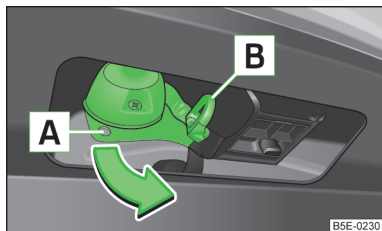

Abb. 147
- ▶ Vor der Verbindung mit dem Anhänger die 13-polige Steckdose im Bereich **A** » Abb. 147 fassen und in Pfeilrichtung ausschwenken.
Die Sicherungsöse **B** » Abb. 147 dient zum Einhängen des Abreißseils des Anhängers.